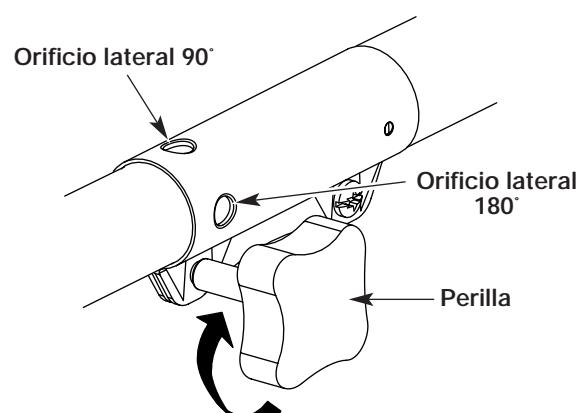

Figure 25
3. Gire la perilla en sentido horario para ajustarla (Fig. 25).
Para recortar bordes mientras usa el accesorio de corte de cabeza de línea con modelos EZ-Link™, trabe el botón de desconexión en el **orificio lateral de 90°** o en el **orificio lateral de 180°** (Fig. 25).